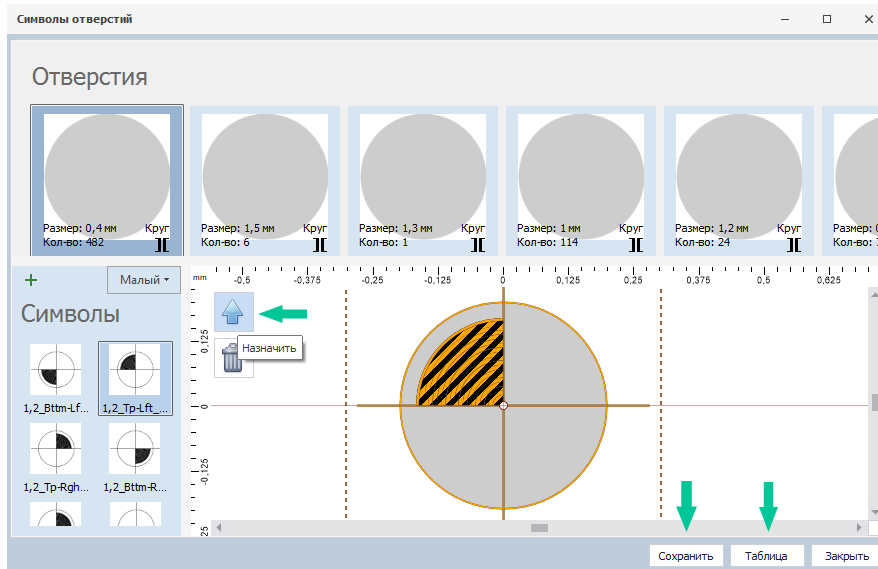

Рис. 41 Назначение и сохранение выбранного отверстия
5. Назначение символа любому отверстию проекта производится путем выбора отверстия, затем – выбора необходимого символа и нажатием кнопки «Назначить», Рис. 41.
6. После назначения символов отверстиям проекта необходимо нажать «Сохранить», затем нажать кнопку «Таблица», Рис. 41.